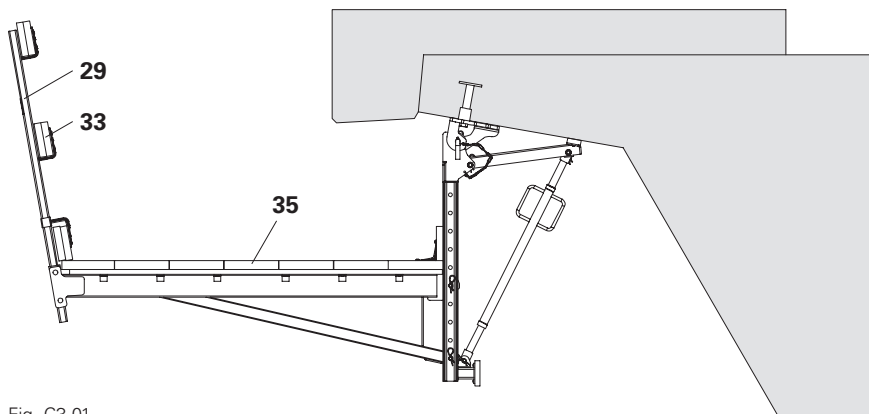
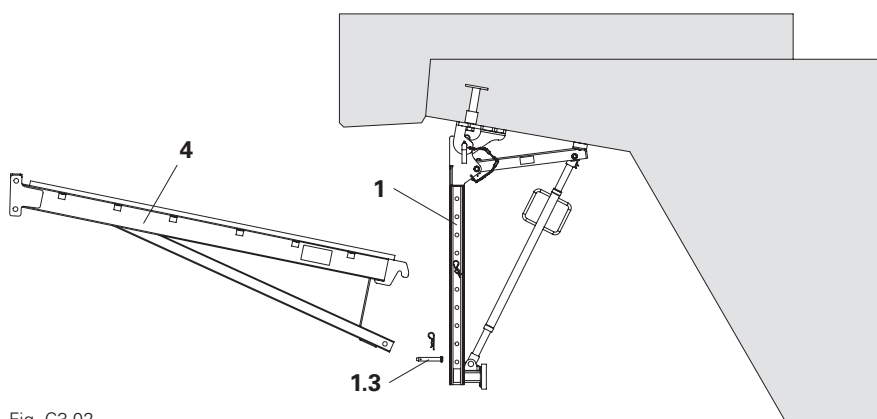

Fig. C3.01
Fig. C3.02
1. Togliere le tavole per parapetto (33) e il montante parapetto-2 HSGP (29).
2. Mentre si procede, rimuovere anche l'impalcato di calpestio (35). (Fig. C3.01)
3. Togliere la trave a sbalzo piattaforma VGK 170 (4).
4. Rimettere perno e inserto a molla (1.3) nel montante mensola VGK (1). (Fig. C3.02)